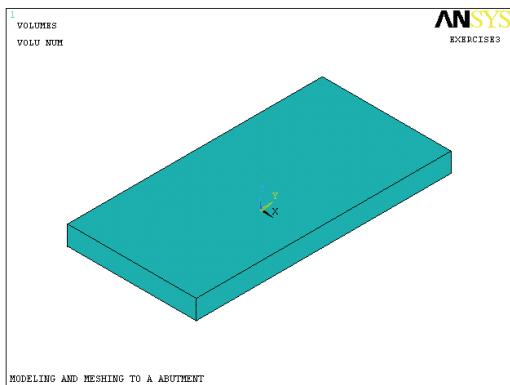

图 2-54 生成的块体结果显示
6) 选择 Utility Menu | Plot | Volumes 命令, ANSYS 显示窗口显示如图 2-54 所示的生成块体的结果。